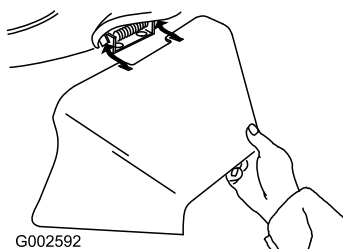

Bild 28
3. Setzen Sie den Seitenauswurfkanal ein und schließen Sie die Klappe auf dem Auswurfkanal (Bild 28).